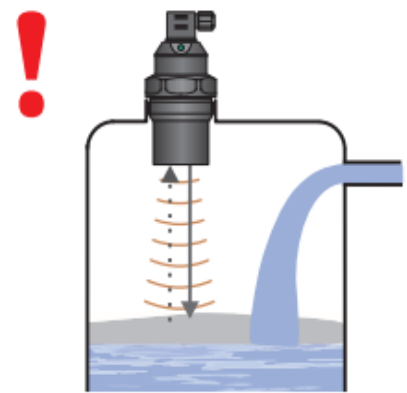

Fig. 5: Espuma espessa na superfície
g) Poderá haver a produção de espuma na superfície do líquido medido durante o enchimento, a mistura e outros processos. A espuma espessa absorve significativamente o sinal de ultrassom e pode causar um mau funcionamento do aparelho (Fig.5). Nesses casos é necessário testar o dispositivo antecipadamente e se necessário contactar o fabricante.